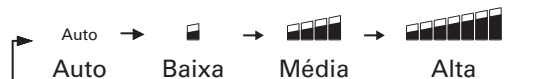

Figura 15
2. Três velocidades do ventilador: A velocidade do ventilador será ajustada sucessivamente conforme apresentado na Figura 15.